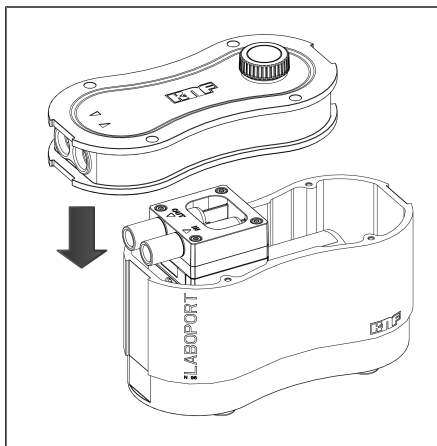

Abb. 12: Gehäusedeckel aufsetzen
1. Setzen Sie den Gehäusedeckel (Abb. 7/2) vorsichtig auf das Pumpengehäuse (3) (siehe Abb. 12).